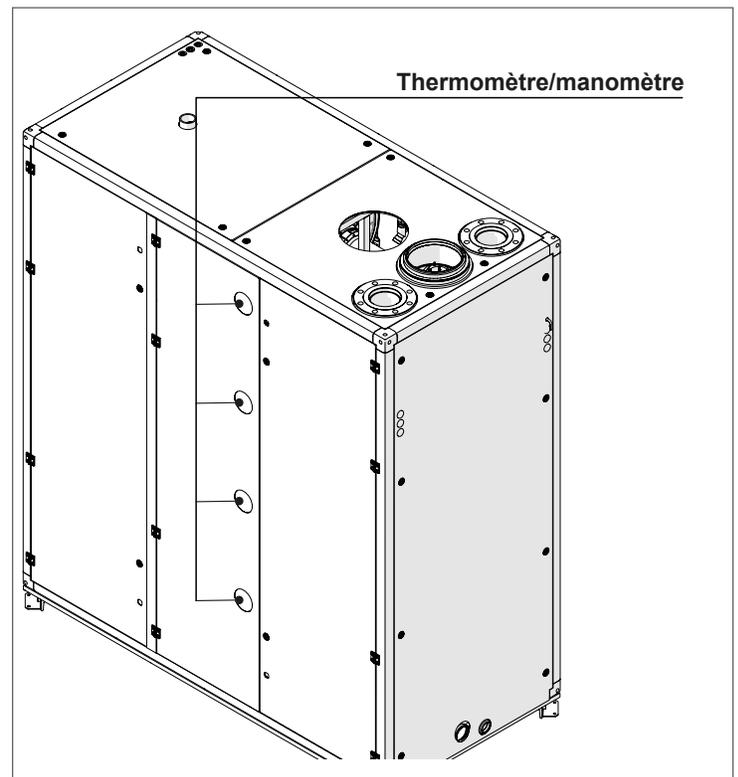

Fig. 50 Emplacement du thermomètre/manomètre
- Ouvrez la vanne de remplissage et procédez au remplissage du système de chauffage et de la chaudière jusqu'à ce que le manomètre (illustrée dans la Fig. 50) affiche la pression qui correspond à la taille du système de chauffage. La pression d'eau du système de chauffage doit être supérieure à 7,5 psi.
Si la pression à l'intérieur du circuit de chauffage tombe sous la pression minimale du système (7,5 psi), l'appareil se met à l'arrêt et l'afficheur intérieur 905PB affiche « *Low water pressure* » (pression d'eau faible) pour indiquer qu'il est nécessaire de corriger la pression. Ouvrez le robinet de remplissage et vérifiez la pression sur le thermomètre/manomètre illustré dans la Fig. 50.